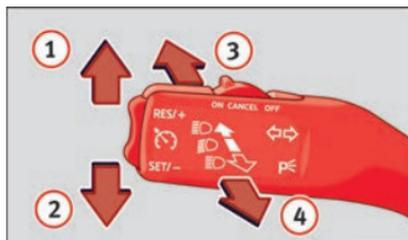

Fig. 60 Palanca de intermitentes y de luz de carretera.
- Desplace la palanca hacia arriba hasta el tope » fig. 60 ① para encender el intermitente **derecho** o bien hacia abajo ②, para encender el intermitente **izquierdo**.
- Si las luces de cruce están activadas, pulse la palanca hacia adelante » fig. 60 ③ para encender la luz de carretera.
- Pulse la palanca hacia el volante » fig. 60 ④ para apagar la luz de carretera.